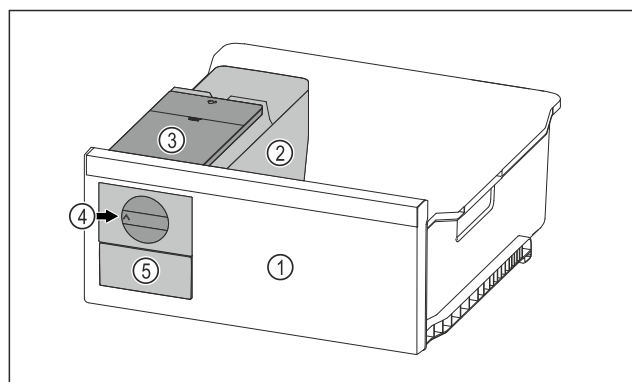

Fig. 149 Примерное изображение
- Поверните поворотную кнопку Fig. 149 (4) по часовой стрелке до упора.
- Кубики льда упадут из ванночки для кубиков льда в выдвижной ящик для кубиков льда Fig. 149 (5). Если не все кубики льда извлекаются из ванночки для кубиков льда: